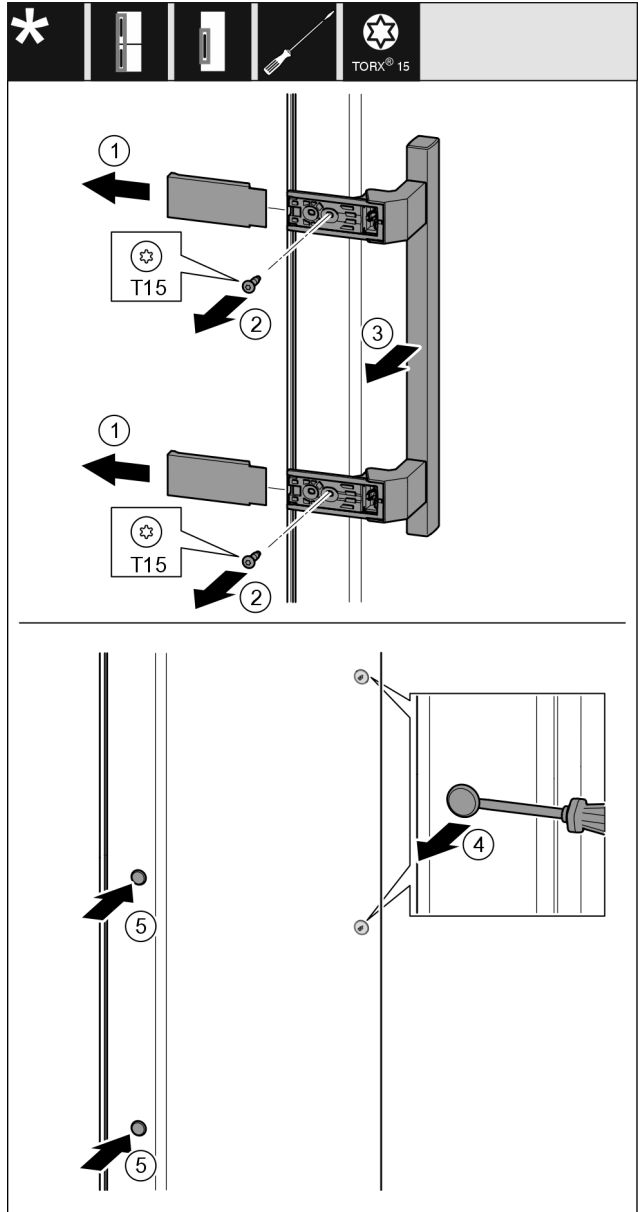

Fig. 19
- ▶ Štáhněte kryt Fig. 19 (1).
- ▶ Šroubovákem vyšroubujte šrouby Fig. 19 (2).
- ▶ Sejměte madlo Fig. 19 (3).
- ▶ Postranní zátku Fig. 19 (4) opatrně plochým šroubovákem nadzvedněte a vytáhněte.
- ▶ Zátku Fig. 19 (5) opět vložte na druhé straně.